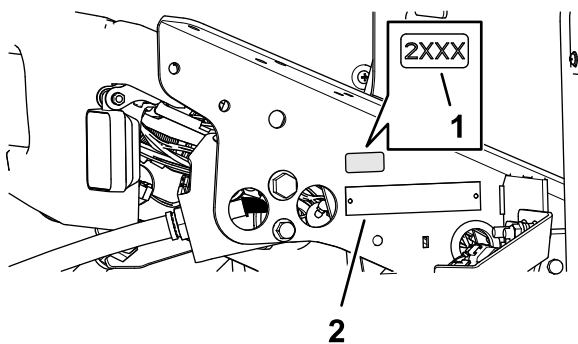

Figura 7
1. Utilizzate alcol etilico e un panno pulito per ripulire l'area della staffa a pavimento accanto alla targa del numero di serie e lasciate asciugare la staffa (Figura 7).